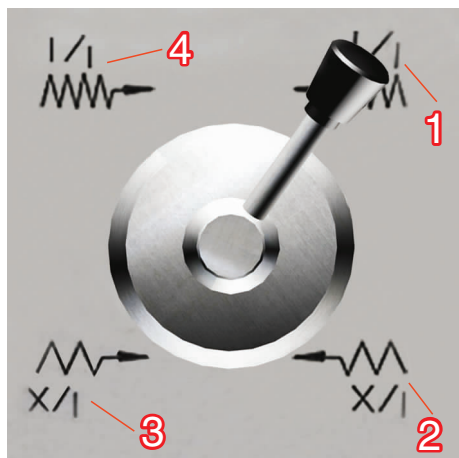

图 1-14 扩大螺距及左、右旋螺纹变换手柄
(1) 由“1/1”，把主轴箱正面左侧的左、右螺纹变换手柄放在右上角的位置，见图 1-14 所示。